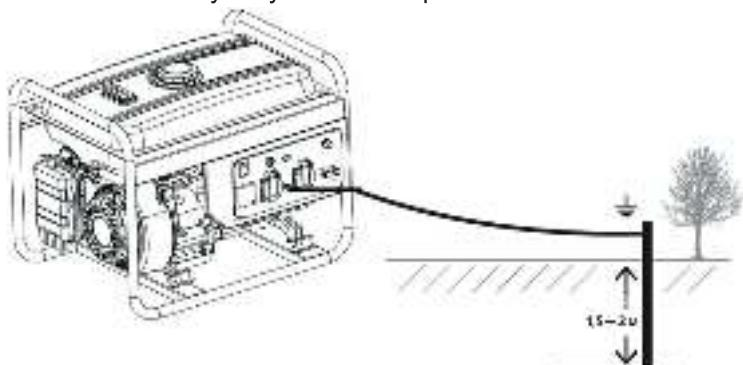

Рис. 12
Перед пуском электростанции заземлите ее для предотвращения поражения электрическим током. Для этого, с помощью электрокабеля сечением не менее 4 мм^2 , соедините клемму заземления (рис. 12) на раме электростанции с внешним источником заземления.
2. При пуске холодного двигателя рычаг привода воздушной заслонки переведите в положение «Закрыто» (рис. 12)